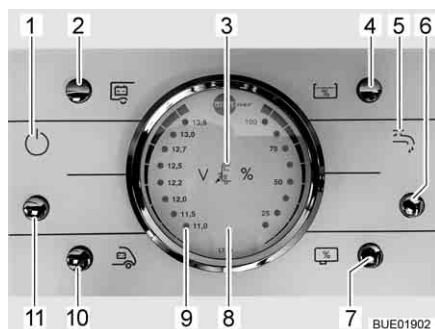

Fig. 169 Panneau de contrôle LT 96
La touche (Fig. 169,11) allume ou éteint le panneau de contrôle et l'alimentation 12 V de la cellule.
Mettre en marche : ■ Appuyer sur la touche (Fig. 169,11) : L'alimentation 12 V de la cellule est assurée. Le voyant de contrôle (Fig. 169,1) s'allume.
Mettre hors service : ■ Appuyer sur la touche (Fig. 169,11) : L'alimentation 12 V de la cellule est coupée. Le voyant de contrôle (Fig. 169,1) s'éteint.
Observer la graduation de gauche sur l'indicateur de charge/de niveau de réservoir (Fig. 169,8). L'indicateur s'éclaire automatiquement dès qu'une touche est pressée.
- Appuyer sur la touche (Fig. 169,10) : La tension de la batterie de démarrage est affichée.
- Appuyer sur la touche (Fig. 169,2) : La tension de la batterie de cellule est affichée.
Observer la graduation de droite sur l'indicateur de charge/de niveau de réservoir (Fig. 169,8). L'indicateur s'éclaire automatiquement dès qu'une touche est pressée.
- Appuyer sur la touche (Fig. 169,4) : Le niveau du réservoir d'eau est affiché.
- Appuyer sur la touche (Fig. 169,7) : Le niveau du réservoir d'eaux usées est affiché.
- Appuyer sur la touche (Fig. 169,6) : L'alimentation en eau est activée. Le voyant de contrôle de la pompe à eau (Fig. 169,5) s'allume.
- Appuyer sur la touche (Fig. 169,6) : L'alimentation en eau est désactivée. Le voyant de contrôle de la pompe à eau (Fig. 169,5) s'éteint.
Le voyant d'alerte rouge "ALARM" (alarme) (Fig. 169,9) clignote dès que la charge de la batterie de cellule descend en dessous de 11 V (mesurée en marche) et qu'il y a risque de décharge profonde des batteries.
Le voyant de contrôle 12 V (Fig. 169,1) s'allume dès que la touche principale 12 V (Fig. 169,11) est enclenchée.
Le voyant de contrôle 230 V (Fig. 169,3) s'allume si l'arrivée du bloc électrique est sous tension de réseau.